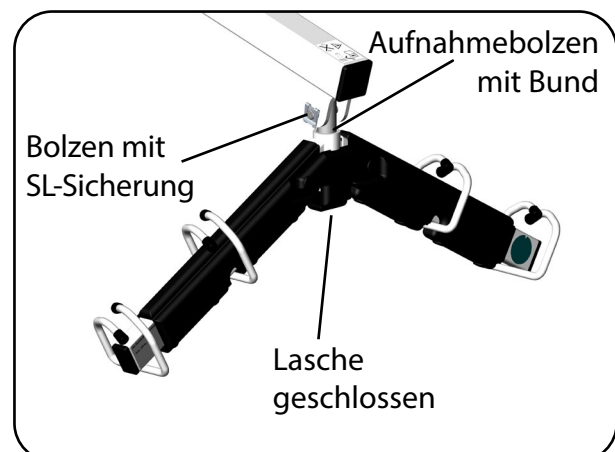

Abb. 6.2.07 - Transportbügel montiert
13. Befestigen Sie den Transportbügel mit dem eingesteckten Aufnahmebolzen mit Bund am Hebearm, indem Sie den Bolzen durch die Bohrungen am Hebearmende stecken. Sichern Sie den Bolzen mit der SL-Sicherung und schließen die Bügelpolsterung (Lasche) (Abb. 6.2.07).